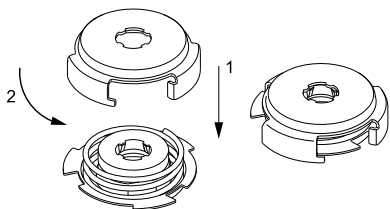

Fig. 7 Montaje del muelle y del disco
6. Montar el muelle (pos. 108) y el disco (pos. 112). Ver fig. 7.